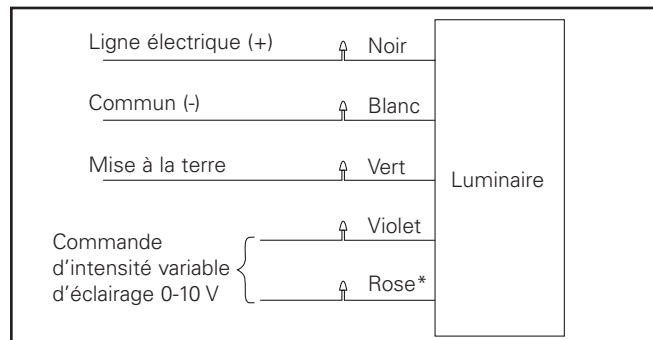

Figure 3.
4. Effectuez les raccords électriques selon le schéma de câblage. (Figure 3.)
2. Effectuez les raccords électriques entre le luminaire et la fourche à emboîtement en utilisant les capuchons de connexion pour extérieur. Consultez le schéma de câblage pour effectuer les raccords d'alimentation électrique. (Figure 3.)
4. Desserrez les trois (3) vis de serrage de manière à ce que la fourche à emboîtement glisse facilement sur le poteau. Effectuez les raccords de câblage entre la fourche à emboîtement et le poteau. Consultez le schéma de câblage pour effectuer les raccords d'alimentation électrique. (Figure 3.)
2. Effectuez les raccords de câblage entre le luminaire et le tourillon selon le schéma de câblage. Utilisez les capuchons de connexion pour extérieur fournis. (Figure 3.)
2. Effectuez les raccords électriques entre le luminaire et le support montage de la rotule conformément au schéma de câblage. Utilisez les connecteurs pour usage extérieur fournis. (figure 3.)
- Utilisez des connecteurs approuvés pour le câblage du luminaire indiqué dans le schéma de câblage. (figure 3.)